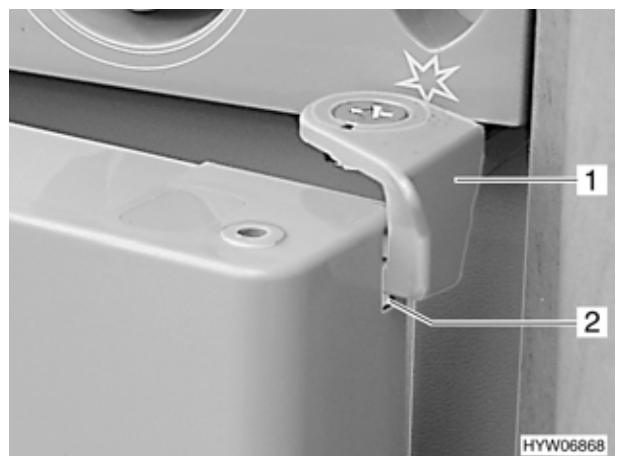

Bild 126 Kühlschranktür in Lüftungsstellung (Variante 1)
- Verriegelung (Bild 126,1) in die Kerbe (Bild 126,2) an der Kühlschranktür einrasten lassen. Die Kühlschranktür bleibt damit leicht geöffnet.